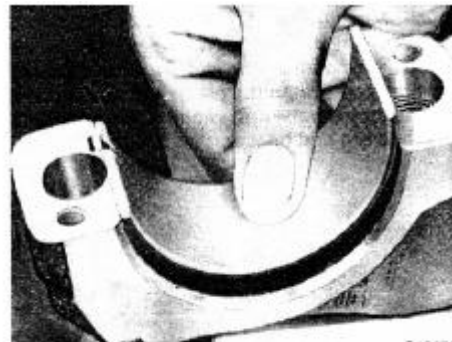

РИС. 36
10) Установите новую пару подшипников скольжения в соответствии с размерами шатунных шеек. Убедитесь, что защитные выступы колец вкладышей надлежащим образом входят в пазы посадочного отверстия шатуна и крышки (рис. 36).